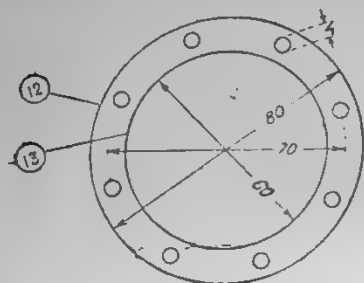

Рис. 5. Кольца для закрепления мембраны.
12) Два кольца из резины (рис. 5) — материал — автомобильная, камера или прокладочная резина толщиной 2—3 мм.